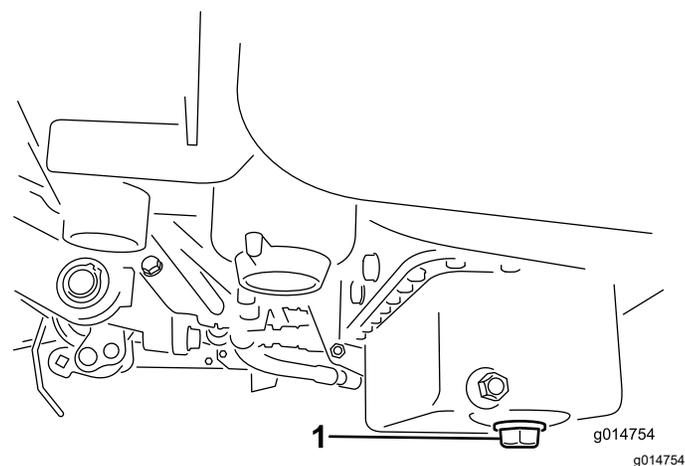

图 36
1. 拆下排油塞、让油流入放油盘。油不再流时、安装排油塞 图 36。